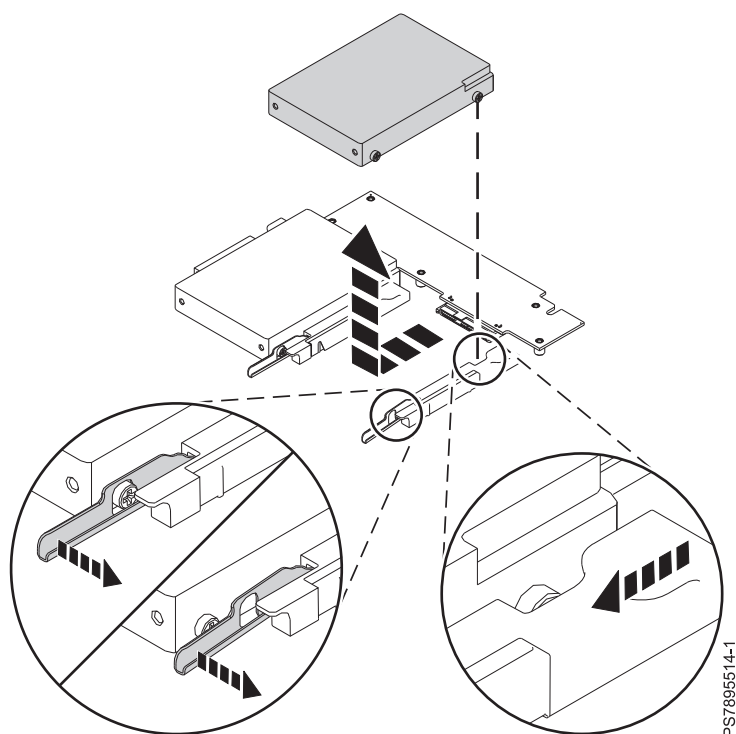

图 17. 卸下硬盘驱动器
- a. 握住并移动驱动器托盘前端的蓝色释放杆（如图 17 中所示）。